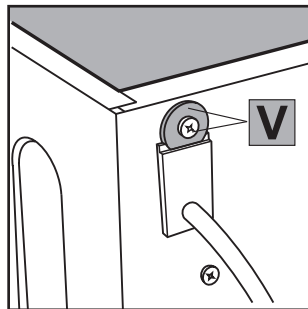

Fig. 15
4. Tire o parafuso e a anilha V [fig. 15], que servem para prender o passa cabo.